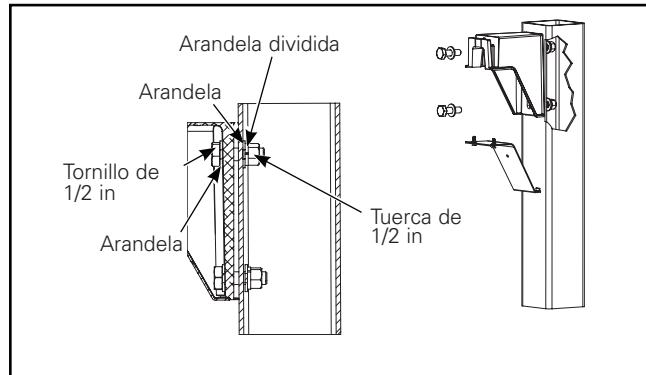

Figura 9
3. Usando las herramientas provistas de $\frac{1}{2}$ in, asegure el brazo de montaje en poste al poste. Apriete los tornillos a 40 ft-lb (54,23 N·m) (Figura 9).